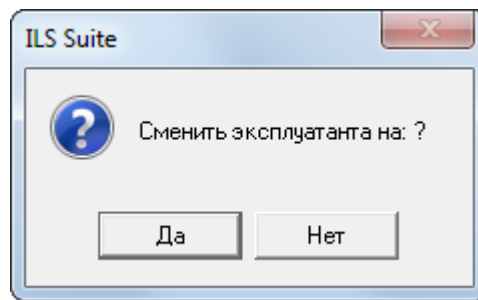

Рис. 22-9 – Диалоговое окно с предложением сменить эксплуатанта
8) После выбора собственника открывается диалоговое окно с предложением сменить эксплуатанта на ту же организацию, что и собственник (рис. 22-9).
В диалоговом окне, приведенном на рис. 22-9, и в других аналогичных окнах выводится наименование организации, поэтому поле «Наименование» для нее должно быть заполнено.